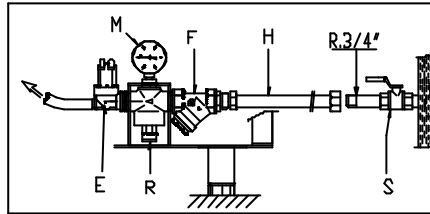
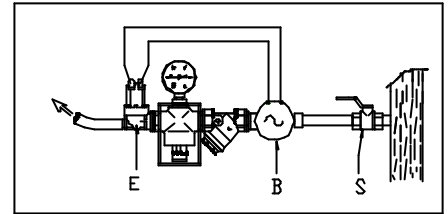

Fig. 3
Fig. 4
Presión dinámica necesaria durante el aclarado:  $2 \div 4 \text{ Kg/cm}^2$  ( $28 \div 56 \text{ psi}$ ). Con presiones de red inferiores a  $2 \text{ Kg/cm}^2$ , instalar una electrobomba de presión. (Fig. 4). Las máquinas poseen un regulador de presión (R) y un manómetro (M) tarados de fábrica a  $2 \text{ Kg/cm}^2$  (Fig. 3).